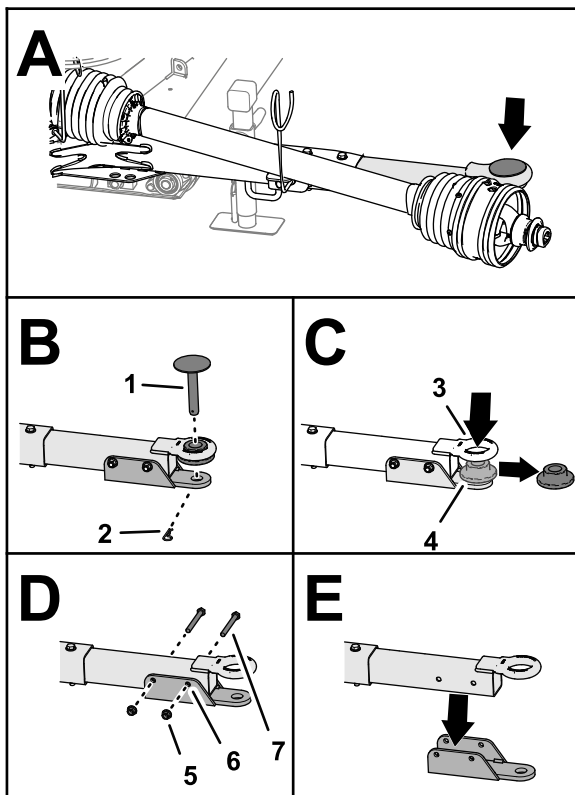

Bild 7
1. Entfernen Sie den Splint, mit welcher der Anbauvorrichtungsstift an der Deichsel befestigt ist, und entfernen Sie den Anbauvorrichtungsstift (Bild 7).
2. Entfernen Sie die Bundbuchse von der Zapfenöse (Bild 7).
3. Entfernen Sie die beiden Sicherungsbundmutter und die beiden Kopfschrauben, mit der die Lastösenhalterung an der Deichsel befestigt ist, und entfernen Sie die Lastösenhalterung (Bild 7).